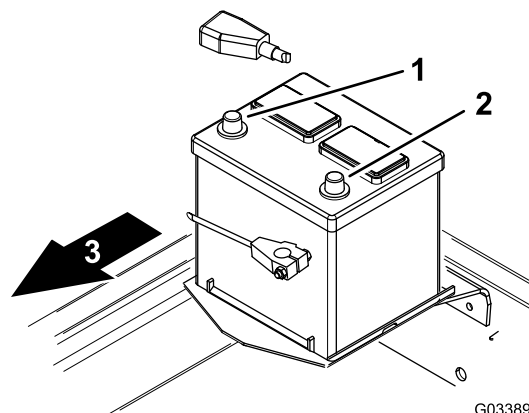

Figura 11
2. Montate il cavo positivo della batteria (rosso) sul morsetto positivo (+) e fate scorrere la guaina in gomma sul morsetto positivo (Figura 11).
3. Montate il cavo negativo della batteria (nero) sul morsetto negativo (-) della batteria (Figura 11).